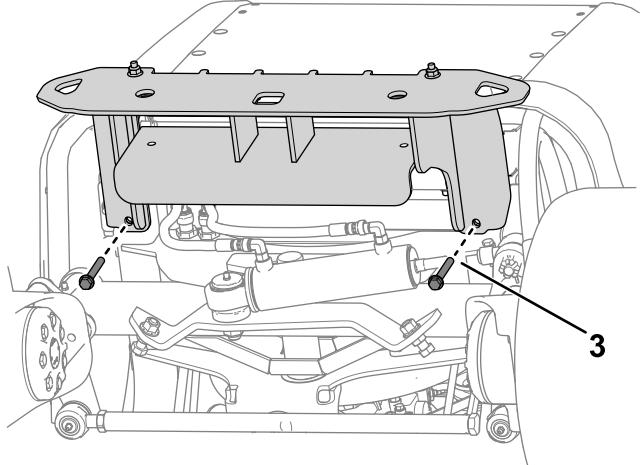

Figura 12
3. Sujete provisionalmente el área superior del parachoques en el bastidor de la máquina usando 4 pernos ($\frac{3}{8}$ " x $3\frac{1}{4}$ ") y 4 tuercas ($\frac{3}{8}$ "), tal y como se muestra en la Figura 12.
4. Sujete provisionalmente el parachoques bajo el bastidor de la máquina usando 2 pernos (3/8" x 2-3/4") y 2 tuercas (3/8"), tal y como se muestra en la Figura 12.